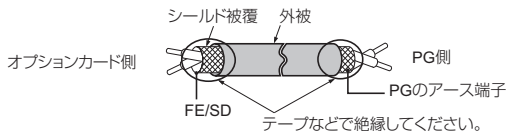

図 16 シールド線の末端処理
4. 図 16 を参考に電線の末端を処理してください。配線時の締め付けトルクについては、「電線サイズと締め付けトルク」(32 ページ) を参照してください。すべての電線が確実に固定されているか、電線の被覆が端子台の挿入部に噛み込んでいないかを確認してください。また、はみ出した心線はすべて切断してください。